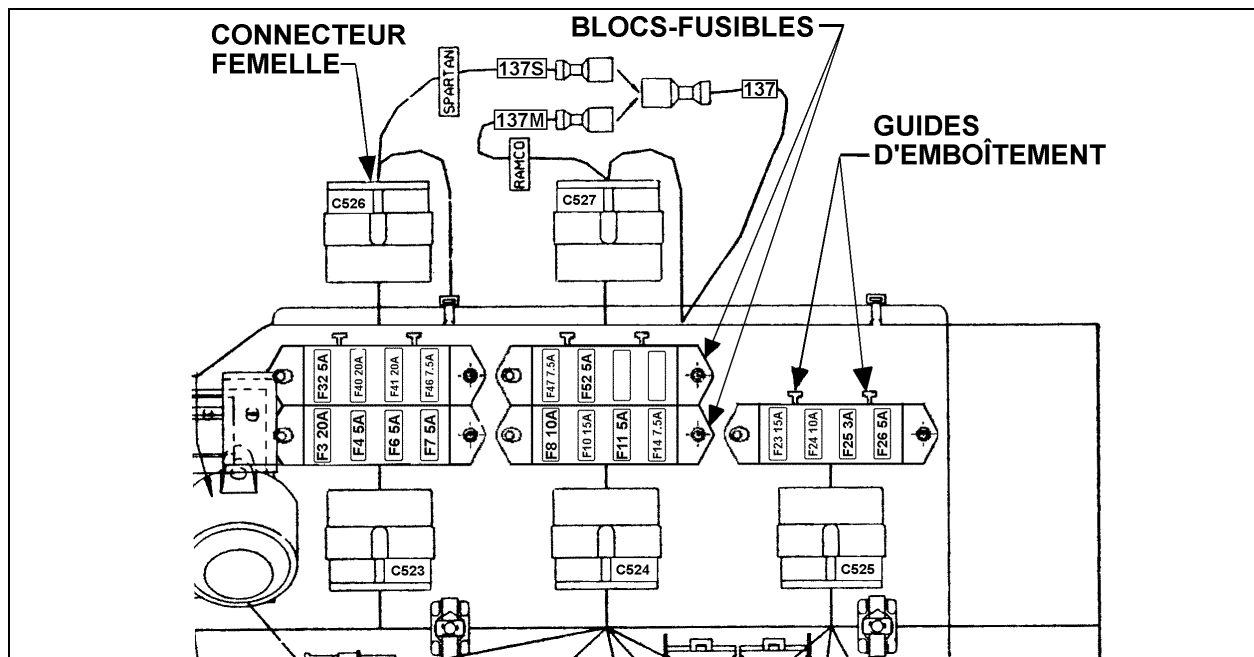

FIGURE 4: COMPARTIMENT DE SERVICE AVANT (VIP-45)
1. Vérifier le positionnement des blocs-fusibles (Prévost # 562621) dans le compartiment de service avant (5 blocs) et dans le compartiment électrique arrière (3 blocs) (voir les fig. 4 et 5).
2. S'assurer que les guides d'emboîtement en forme de "T" sont orientés vers le haut (voir fig. 4 et 5).